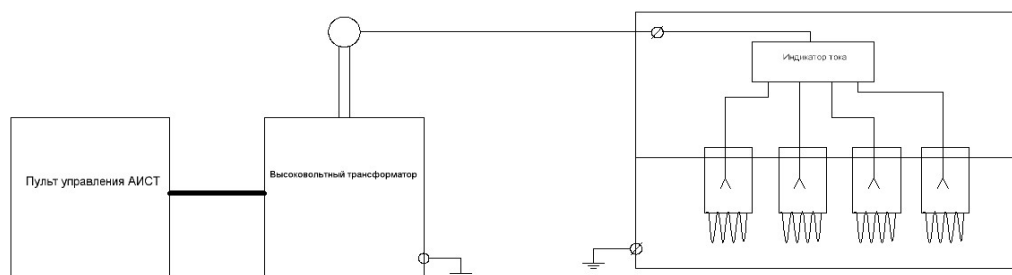

Рис.1 Схема подключения испытательной ванны
Схема подключения ванны показана на рис.1 приложения.
6.1 Распаковать ванну, и подсоединить ее к АИСТ 50/70, как показано на схеме рис.1.